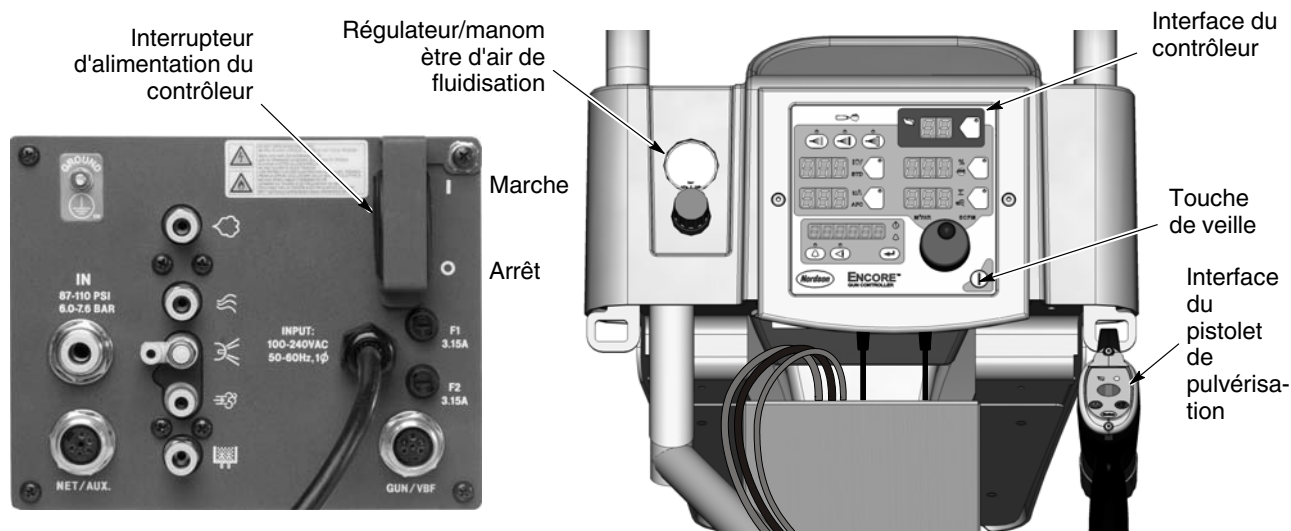

Figure 4-5 Commandes du système – Illustration du système mobile
4. Voir la figure 4-5. Vérifier que le pistolet n'est pas activé, puis mettre le contrôleur sous tension. Les afficheurs ainsi que les icônes sur l'interface du contrôleur et sur l'interface du pistolet devraient s'allumer.
La touche de **veille** illustrée dans la figure 4-5 sert à éteindre l'interface et à désactiver le pistolet de pulvérisation pendant les interruptions de la production. Lorsque l'interface du contrôleur est éteinte, le pistolet de pulvérisation ne peut pas être déclenché et l'interface de celui-ci est désactivée.